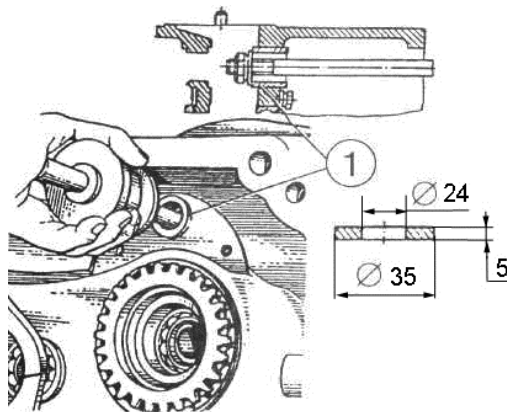

Figure 4.44
g) press out bushing 1 (Figure 4.44);